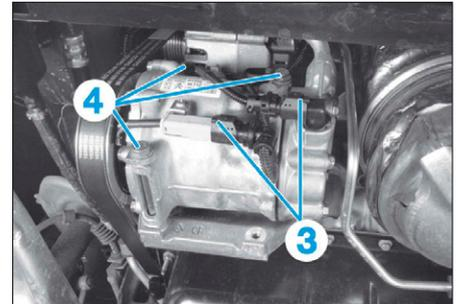

FIG. 5
- Débrancher les connecteurs (3) (Fig.5).
- Déposer les vis (4) puis le compresseur.